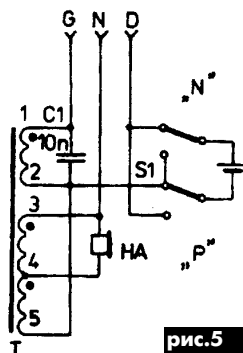

рис. 5
**Пробник полевых транзисторов** описан в статье **К.Клисарского** ("Радио, телевизия, электроника", Болгария, 10/98). Схема пробника показана на **рис.5**. Проверяемый транзистор подключается к клеммам G (затвор), N (исток), D (сток). Если полевой транзистор исправен, то в телефонном капсюле НА слышен звуковой сигнал. Генерация в схеме возникает благодаря положительной обратной связи между затвором и истоком. Магнитопровод трансформатора имеет сечение 49 мм2 (7x7 мм). Обмотка 1-2 имеет 2400 витков, а обмотки 3-4-5 2x400 витков провода ПЭЛ-0,07. Переключатель S1 задает вид транзистора. Для питания можно использовать гальванический элемент 1,5 В. В двухзатворных полевых транзисторах затворы подключаются по очереди.